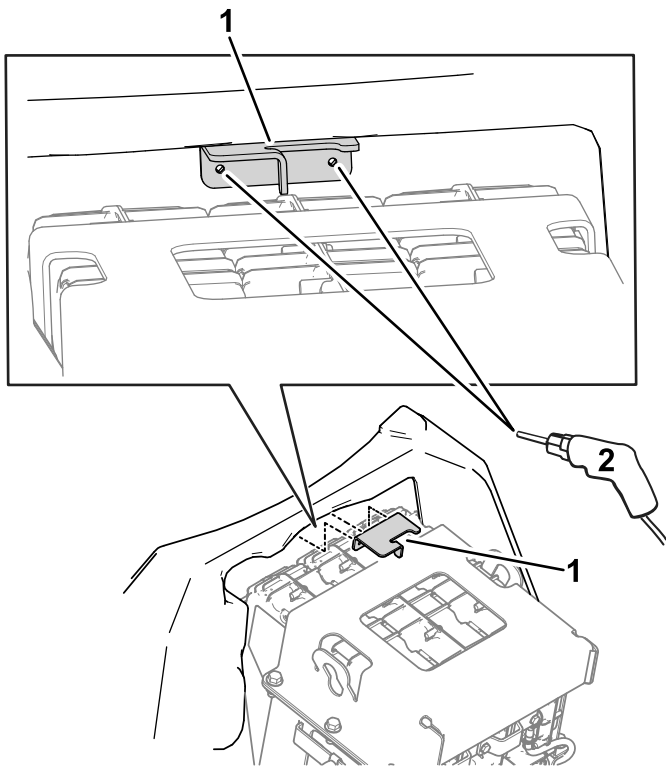

**Bild 50**
1. Bohren Sie mit einem Bohrer ( $\frac{7}{8}$ " ) ein Loch in einen zentrierten Bereich der Haube, wie in Bild 50 gezeigt.